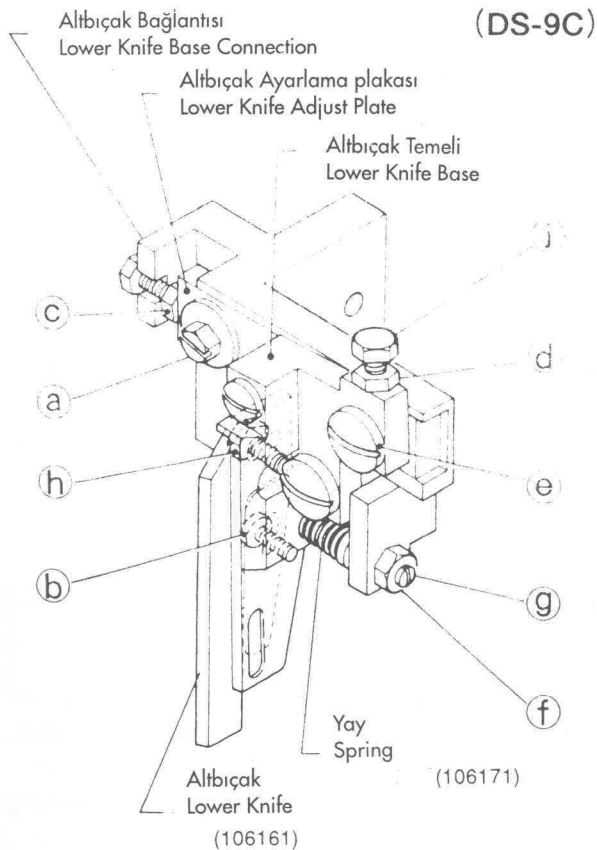

Fig. 13
a) To occlude the upper and lower blades, manually move the upper blade. To do so, put off the air source. Here, prior to lowering the upper blade, loosen the screws 'a' and 'b' and the nuts 'c' and 'd' shown in (Fig. 13).
c) İlk iki ayarlamayı yaptıktan sonra deneme amacıyla iplik ve krep kağıt kesiniz. Eğer bıçağın ön kısmı kesiyor ve arka kısmı kesmiyor ise arka kısımda bir boşluk vardır. Bu durumda 'd' sonunu gevşetin ve 'i' vidasını 1/8 devir gevşetin ve tekrar deneme yapınız. Eğer yine kesmiyor ise 1/8 devir daha gevşetin ve bu denemeyi kesme işlemini tam yapıncaya kadar tekrarlayınız ve sonunda 'd' somununu sıkınız. Eğer bıçağın arka kısmı kesiyor ve ön kısmı kesmiyor ise ve (1) maddesi yetersiz oluyorsa, bıçaklar arası mesafeyi 0.1 - 0.2 mm ayarlayınız. Alt ve üst bıçakların ön kısımlarının çakılmasını sağlayınız. Eğer alt bıça kesmeden dönmeye başlıyorsa, 'f' somununu gevşetin ve 'g' vidasını saat yönünde sıkıştırarak yay baskısını arttırınız. Şekil 13.
c) After the adjustment by steps 1 and 2, cut a crepe tape or thread for test. If the front end of the cutter cuts but the rear end does not, there is a gap on the rear side. In this case, loosen the nut 'd' and loosen the screw 'i' by 1/8 turn, ad cut the thread again for test. If it still does not cut, loosen the screw by another 1/8 turn and repeat this adjustment and test cut until the thread can be cut, and then retighten the nut 'd'. If the rear end of cutter cuts but the front end does not cut, the adjustment by step '1' is insufficient. Then, make readjustment of the rear side so that the gap between both the blades becomes 0.1 to 0.2 mm. Here, adjust the upper and lower blades so that they are in contact with each other on the front side. If the lower blade tends to turn away without cutting, loosen the nut 'f' and increase the pressure of the spring by turning the screw 'g' clockwise. (Fig. 13)